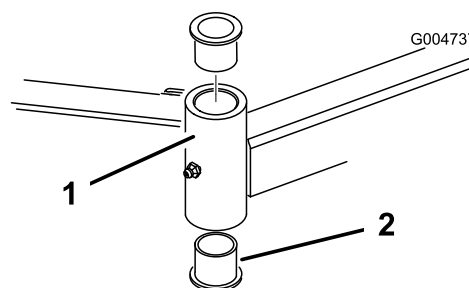

Figura 96
- Inserte un botador fino en la parte superior o inferior del tubo de montaje y dé golpes hasta que salga el casquillo del tubo (Figura 96).